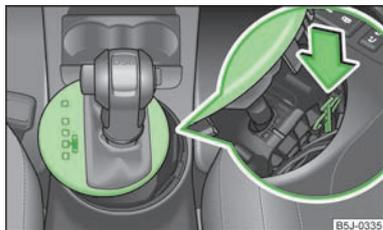

Fig. 85
- Poussez la pièce en plastique jaune d'un doigt dans le sens de la flèche » fig. 85.